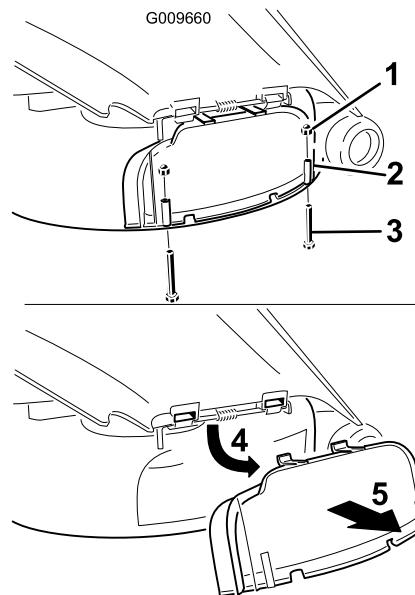

Bild 13
3. Entfernen Sie die zwei Schrauben und Muttern, mit denen die Abdeckung des Auswurfskanals am Mähwerk befestigt ist (Bild 13).